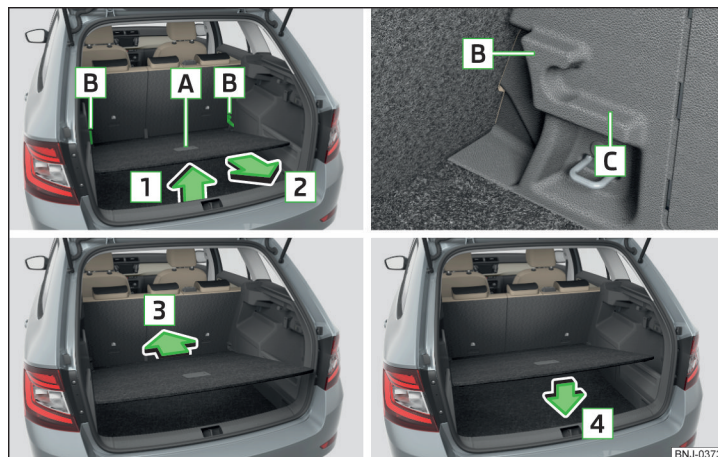

Abb. 117 Variablen Ladeboden in die obere/untere Position einstellen
- Den variablen Ladeboden am Griff **A** in Pfeilrichtung **1** anheben und teilweise in Pfeilrichtung **2** verschieben » Abb. 117.